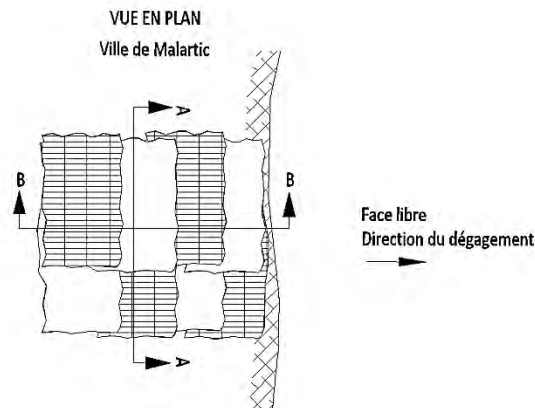

Figure 1.
1. On entend par une (1) fois le standard de recouvrement RE01, deux (2) couches de matelas empilés et jointés en se superposant sur la moitié de la largeur (50%) afin de maximiser leur interaction. Figure 1
3. Considérer la proximité de la ville dans l'ordre d'installation. Figure1, 2 et 3